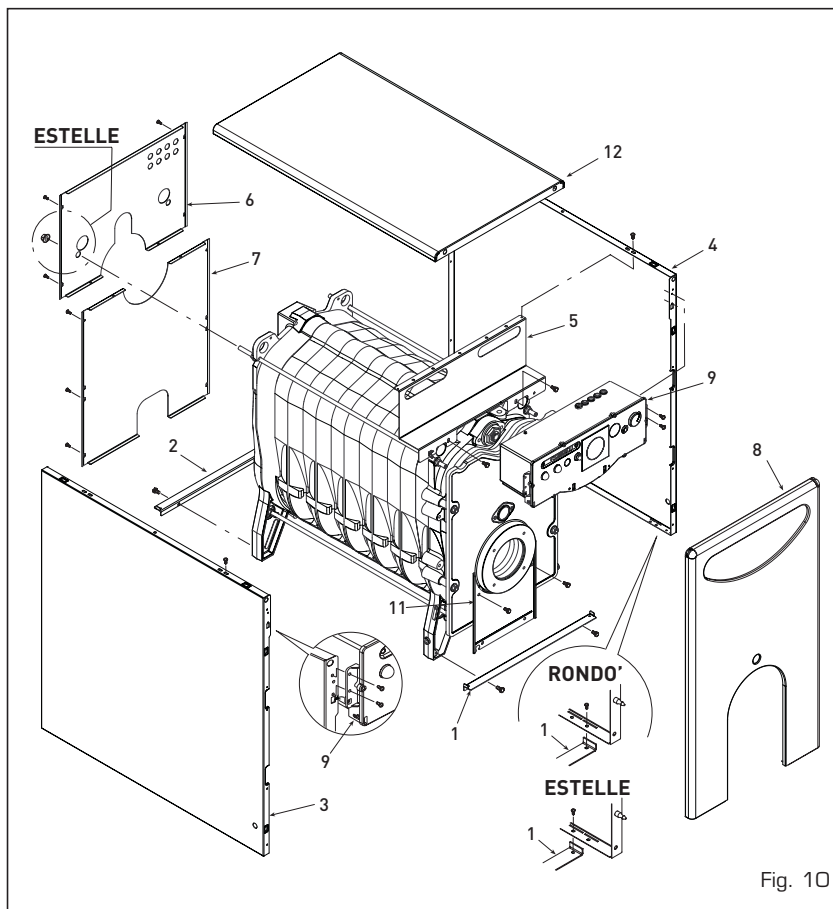

Fig. 10
3.3.3 Demontarea mantalei (fig. 10)
Pentru demontarea mantalei, executati progresiv urmatoarele operatii (fig. 10):